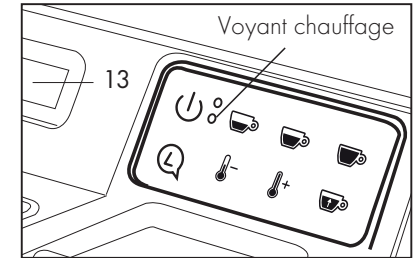

Fig. 5
- Le voyant de chauffage bleu clignote et sur l'écran (13), l'indication chauffage s'affiche ; une fois que la température prévue est atteinte, le voyant bleu s'allume fixe pour indiquer que la machine est prête à être utilisée. **(Fig. 5)**